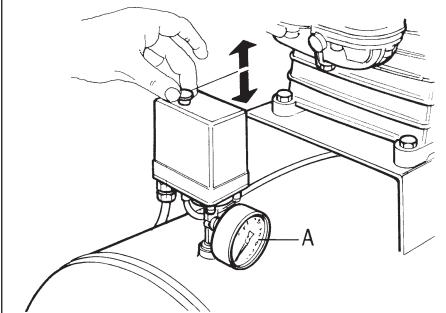
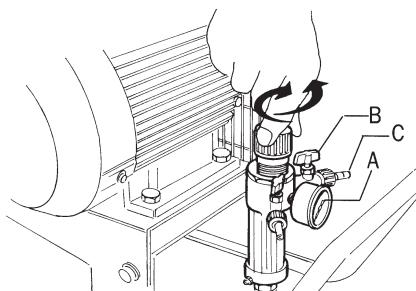

fig. 3
fig. 6
- veiller à ce que le bouton situé sur le pressostat (couleur rouge) se trouve en position de repos "OFF-0" position (*figure 3*).
Pour démarrer le compresseur, appuyez sur le bouton jusqu'à la position "ON - 1" en tirant vers le haut (dans les moteurs triphasés veillez à ce que le sens de rotation du moteur corresponde au sens indiqué par la flèche). Pour arrêter le compresseur enfoncez le bouton jusqu'à la position d'arrêt "OFF - 0" (*figure 3*).
- Dans les compresseurs équipés de régulateur de pression, programmez la pression souhaitée moyennant la poignée de réglage (*figure 6*) de la façon suivante: dans les compresseurs équipés de poignées avec possibilité de blocage au niveau de pression souhaité, il faut s'assurer que la poignée soit libre et non bloquée avant de commencer à la tourner
pour effectuer le réglage; dans le cas contraire, il faut la débloquer en la tirant vers le haut jusqu'à dépasser le cran qui la bloque. Les poignées de réglage augmentent la pression à la sortie lorsqu'on tourne dans le sens des aiguilles d'une montre alors qu'elles la réduisent quand on tourne dans le sens contraire. Dans les régulateurs équipés de robinets à pointeau, la fermeture ou l'ouverture de l'air ne doivent absolument pas avoir lieu moyennant l'emploi de pinces ou d'autres outils sur la vanne papillon du robinet puisqu'elles pourraient provoquer la rupture du papillon B (*figure 6*). Dans des conditions normales, la tenue du robinet est obtenue sans aucun effort particulier. Il y a deux groupes de régulateurs de pression, dont la pression maximum d'exercice correspond à 8 et à 10 bar. Des pressions plus élevées ne permettent pas un fonctionnement correct. La valeur de la pression d'exécice sera affichée sur le manomètre A (*figure 6*), alors que la pression intérieure du réservoir sera affichée sur le manomètre A (*figure 3*).
- Raccorder au robinet C de sortie de l'air (*figure 6*) le tuyau de l'outil que l'on souhaite utiliser et l'ouvrir. Fermer le robinet après avoir utilisé le compresseur.